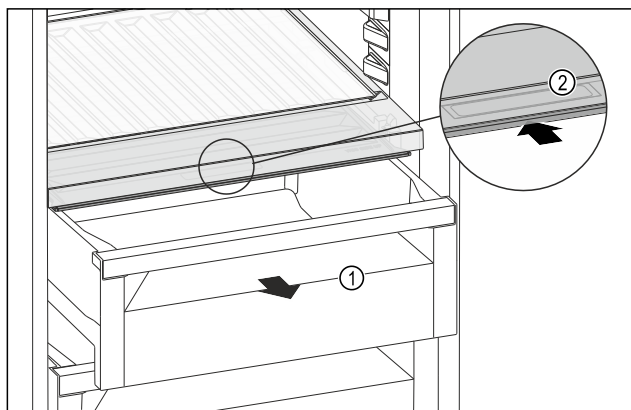

Fig. 108
- ▶ Zásuvku Fig. 108 (1) vytáhněte.
- ▶ Uchopte prohlubeň pro rukojeť Fig. 108 (2) na víku zásuvky a současně zasuňte víko zásuvky směrem dozadu.